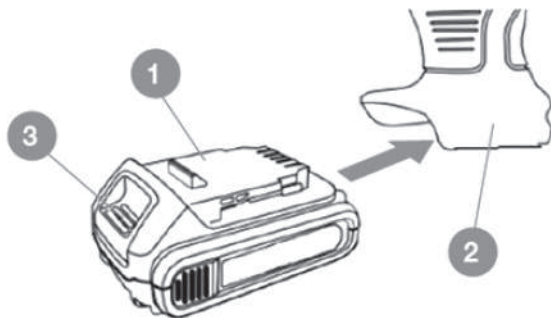

Рис. 8
1. Установите аккумуляторную батарею 1 в разъем рукоятки пилы 2 до щелчка (рис. 8).